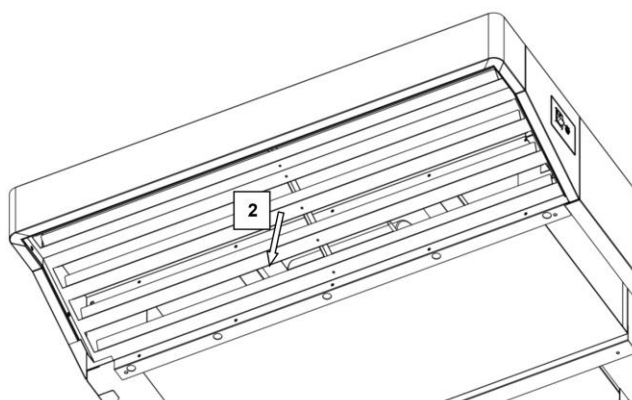

Fig. 4.2
- Faire descendre la grille (Fig. 4.2 Pos.2).